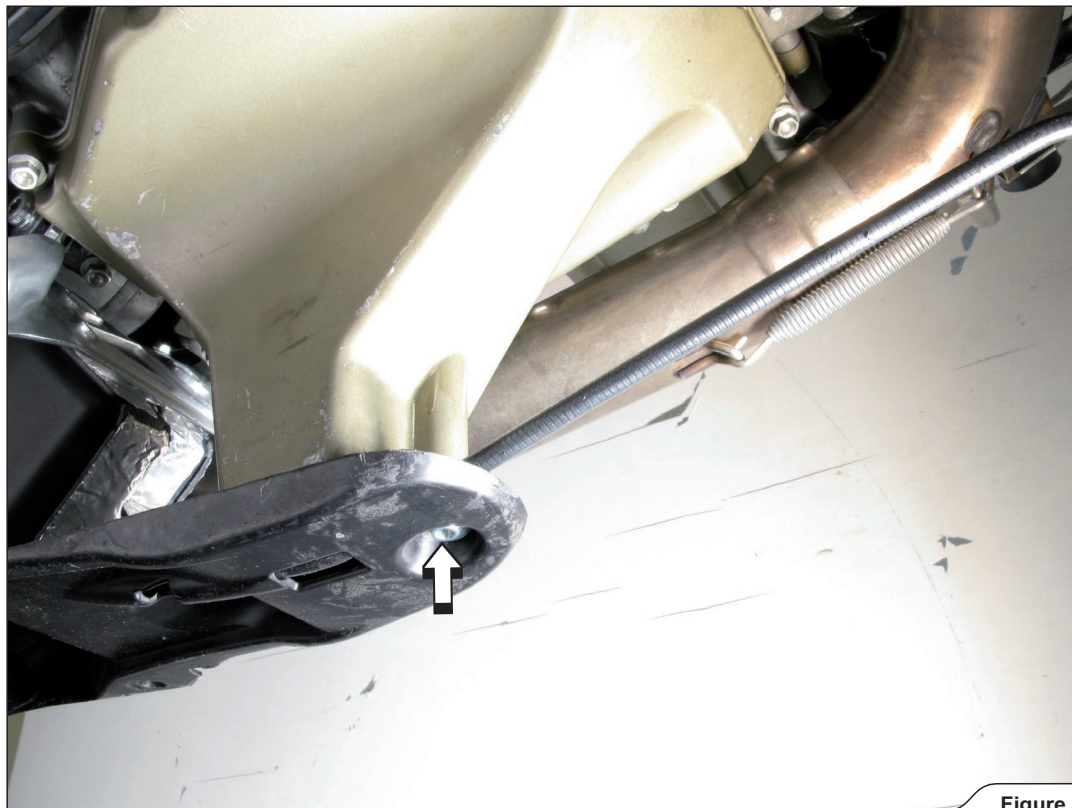

Figure 9
6. 図に示すボルトを緩めて外し、エキゾーストバルブのサーボモーターをケーブルと一緒に車両から取り外します (図 9、10)。